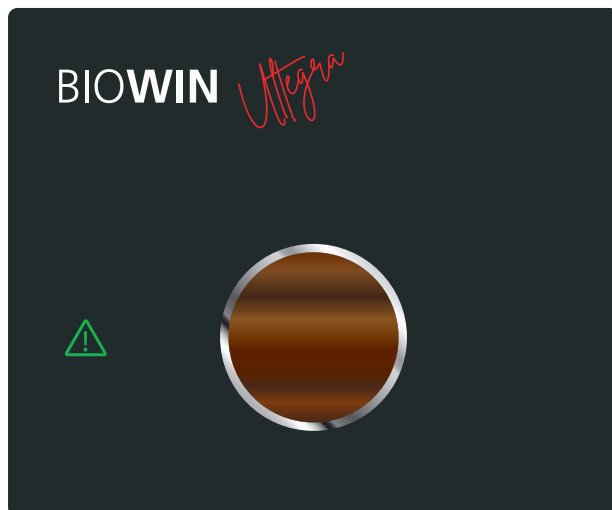

Fig. 7
- ▶ Dann den myMagic Button für ca. 3 sec. gedrückt halten, Symbol AUS  erlischt und Symbol  leuchtet oder blinkt grün – Fig. 7.